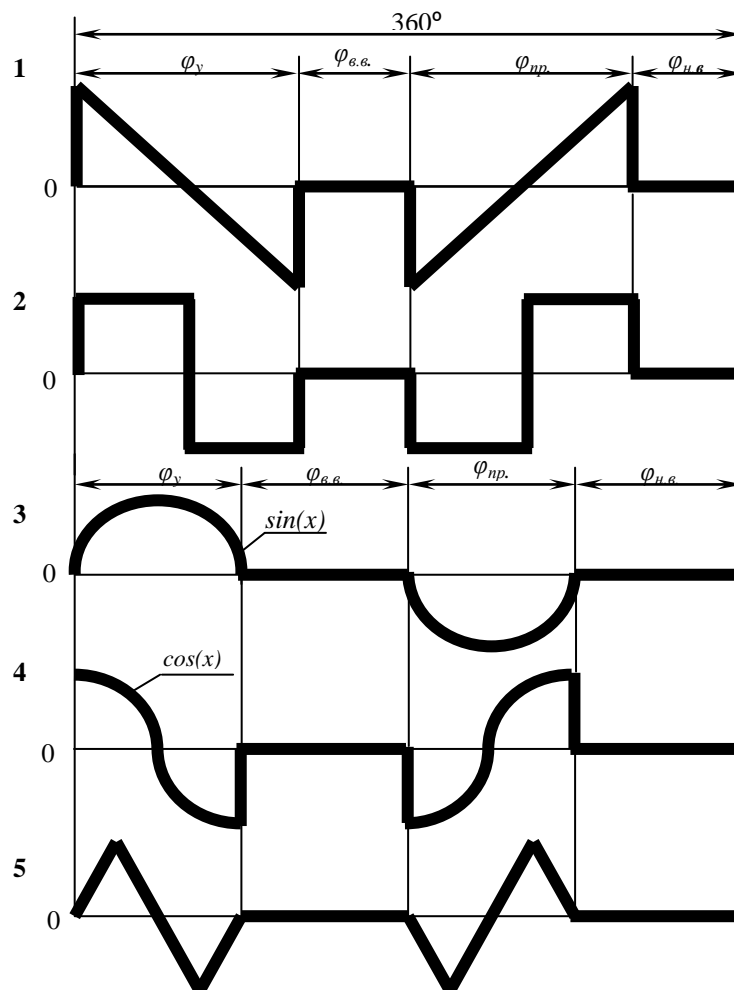

Рис. 4.20 Характерные формы законов движения в виде ускорения (второй производной).
2. Закон движения с постоянным ускорением (рис. 4.20(2))
3. Косинусоидальный закон движения (рис. 4.20(4))
4. Синусоидальный закон движения (рис. 4.20(3))
Наконец, можно найти законы изменения ускорения, называемые безударными, в которых нет скачков изменений скоростей и ускорений, поэтому движение происходит без ударов. Например, закон движения с ускорением, изменяющимся по синусоиде (рис. 4.20(3)), и один из законов движения, в которых зависимость перемещения от времени представлена в виде степенного многочлена.